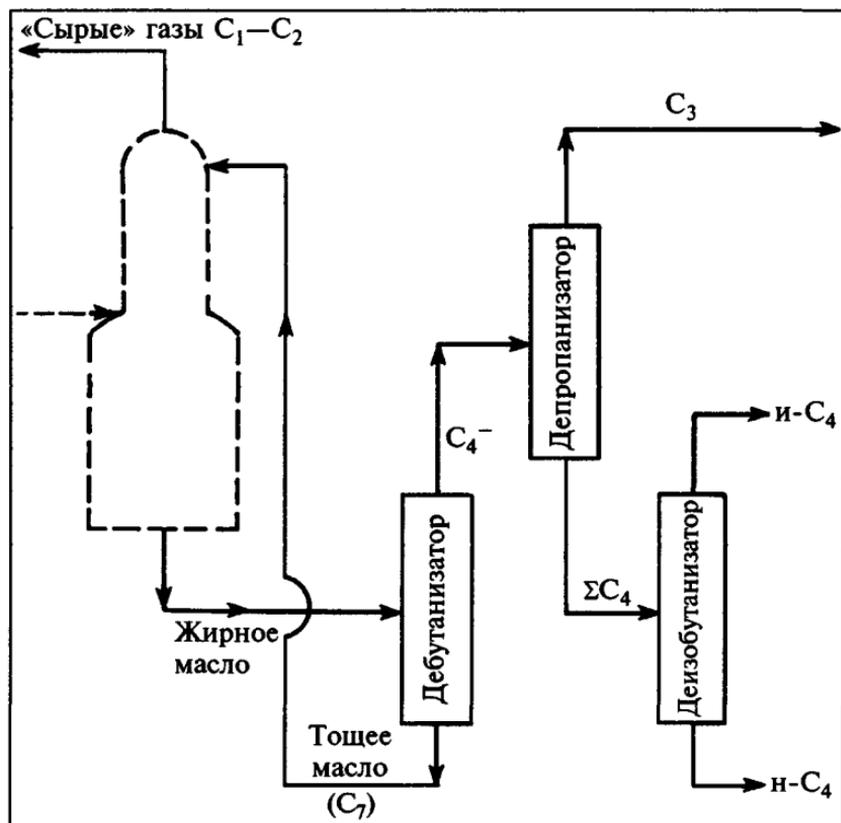

Рис. 7.3. Отделение бутана, пропана и изобутана.
4. *Дебутанизация* (отделение бутана). Обогащенное (жирное) масло поступает в следующую колонну, которую называют дебутанизатором. В этой колонне пропан и бутан отделяются от нефти. Поскольку нефть начинает кипеть при температуре около  $80^{\circ}\text{C}$  ( $180^{\circ}\text{F}$ ), а бутан кипит приблизительно при  $0^{\circ}\text{C}$  ( $32^{\circ}\text{F}$ ), то они довольно легко разделяются (рис. 7.3), гораздо легче, чем бутан и пропан отделяются от этана в ректификационной колонне. Жидкая фракция из сепаратора также направляется в дебутанизатор.